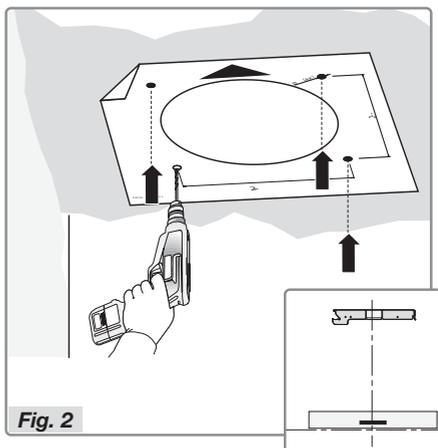

Fig. 2
- Prendere la maschera e porla contro il soffitto con la freccia dallo stesso lato del pannello comandi della cappa (Fig. 2).